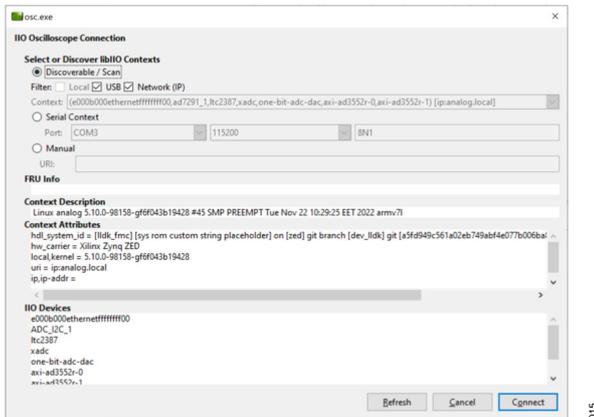

図 15. IIO Oscilloscope の接続パネル
3. 図 15 に示すように、IIO Oscilloscope を起動し Zedboard に接続します。